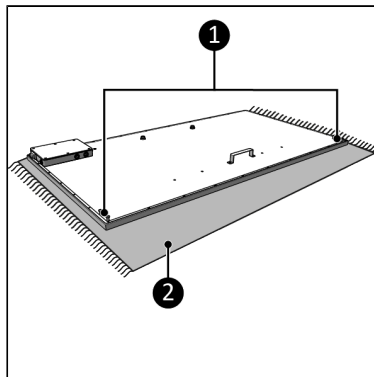

Figure 62.
1. Posez l'appareil sur une surface douce et stable (Figure 62, pos. 2).
2. Retirez les vis inférieures (4x) à l'arrière du chauffage (Figure 62, pos. 1).